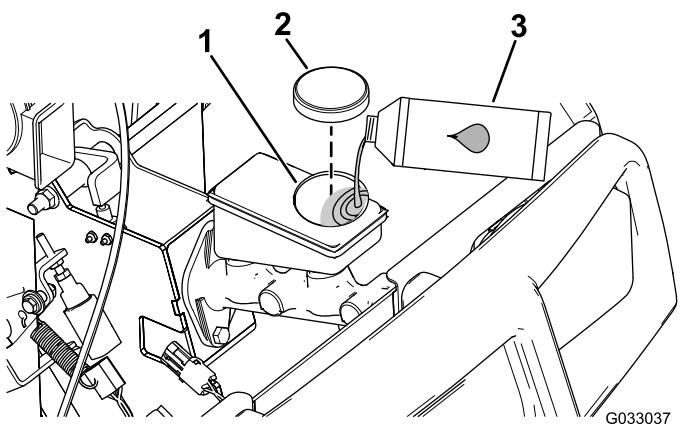

Figure 17
2. Soulevez le capot pour accéder au maître-cylindre de frein et au réservoir (Figure 17).
- A. Nettoyez la surface autour du bouchon du réservoir et enlevez le bouchon (Figure 17).
- C. Remettez le bouchon du réservoir (Figure 17).